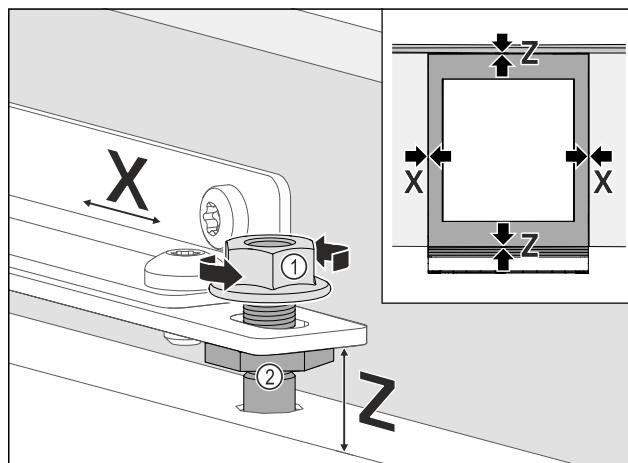

Fig. 77
- Aligner latéralement la porte du meuble : desserrer les contre-écrous Fig. 77 (1), pousser la porte du meuble dans la direction X.
- Serrer les contre-écrous Fig. 77 (1).
- Régler la porte du meuble à la hauteur Z et ajuster l'inclinaison latérale : Ajuster les boulons de réglage Fig. 77 (2).